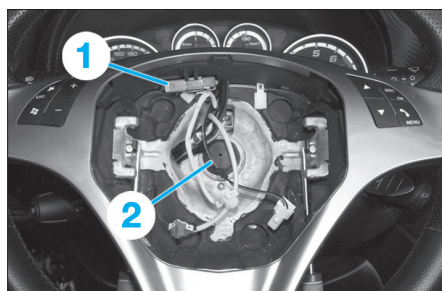

Fig. 1
- Débrancher le connecteur (1) de commande de l'autoradio au volant (Fig.1).
- Déposer le couvercle (2) de l'écrou de fixation du volant.